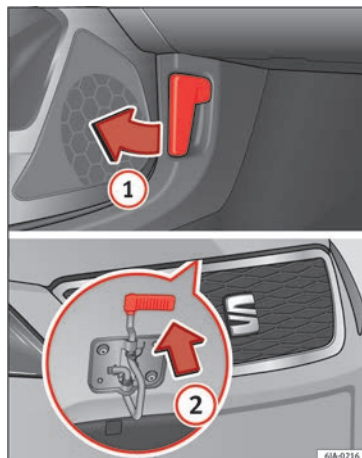

Fig. 203 Desbloqueio do capô do motor.
- Puxe o manípulo **(1) » Fig. 203** que se encontra debaixo do painel de instrumentos, no sentido indicado pela seta.
- Puxe a alavanca de segurança na direção da seta **(2) » Fig. 203**, o capô desbloqueia-se.